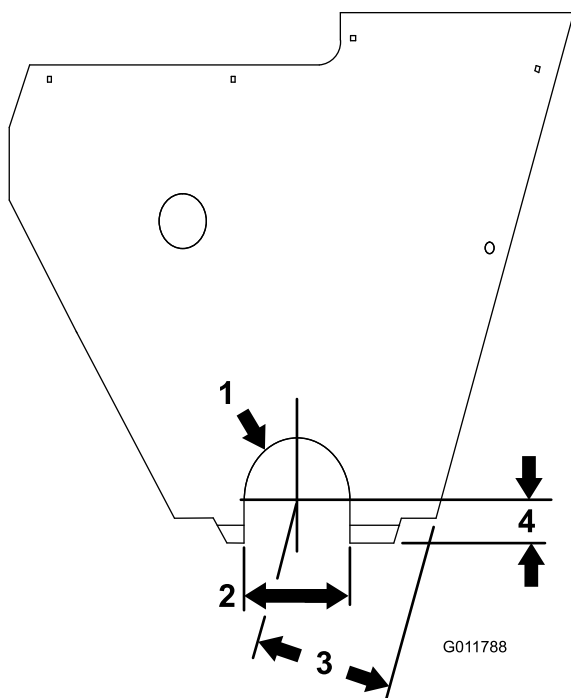

Figura 11
15. Servendovi delle quote in Figura 11, individuate la posizione corrispondente, contrassegnatela e praticate nella medesima una tacca.